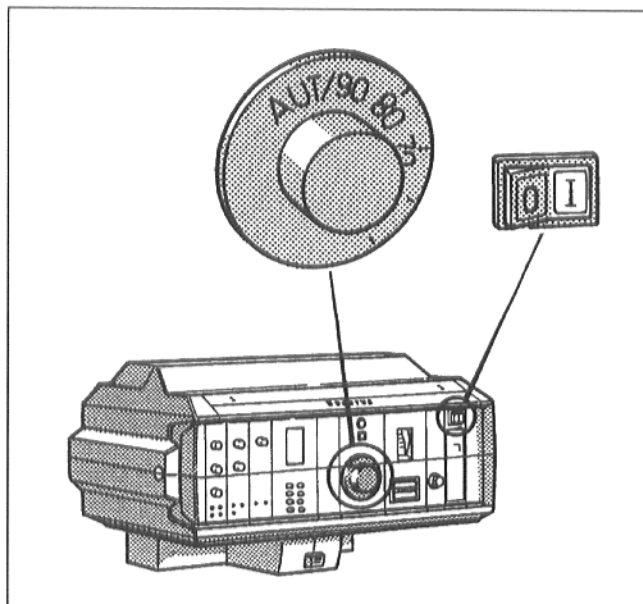

Fig. 2 : Mise en service du brûleur
- Mettre l'interrupteur de service (fig. 2) en position I (MARCHE).
- Régler l'aquastat chaudière (fig. 2) sur la température souhaitée – sur "AUT" pour les régulations "Ecomatic".
- Mettre l'interrupteur de service (fig. 2) en position O (ARRÊT).